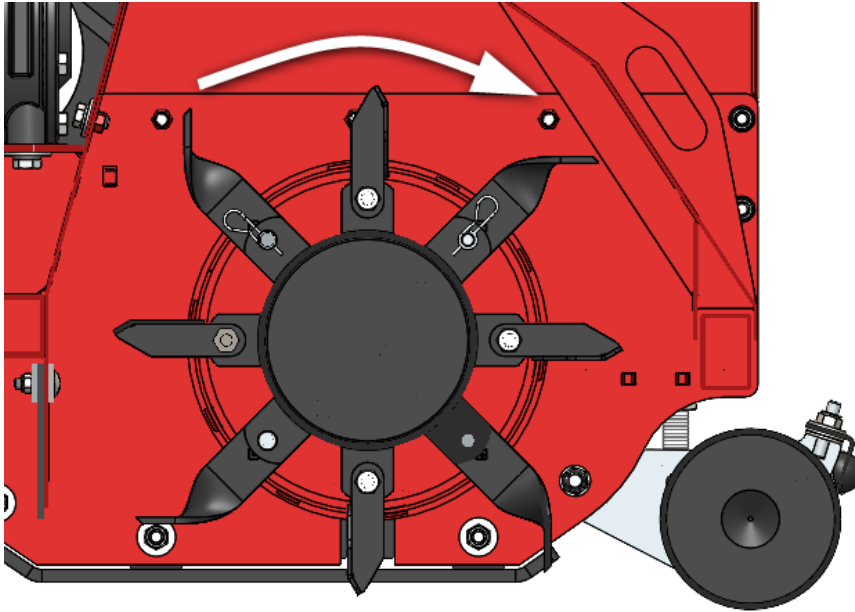

Fig. 12
-  Houd bij machines met klepelmessen rekening met de specifieke draairichting van de messen (Fig. 12).